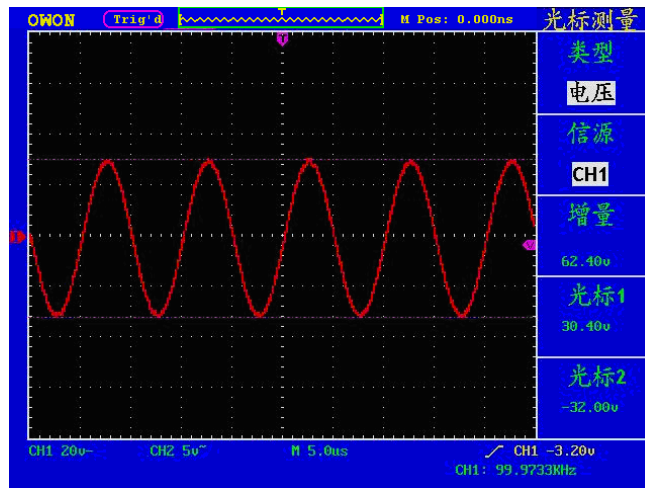

图5-46：电压光标测量波形
- 4、根据被测波形调整光标1、光标2的位置, 增量窗口显示光标1和光标2电压幅度差值的绝对值。光标1窗口显示光标1当前的位置, 光标2窗口显示光标2当前的位置。见图5-46: